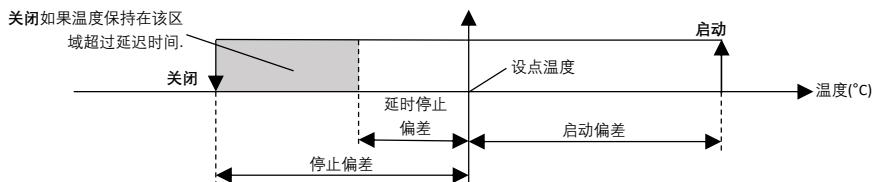

图 4.1.2
- 当送风温度小于温度设点减延时停止偏差并延时到设定的时间后会将所有的压缩机关停，如图 4.1.2。